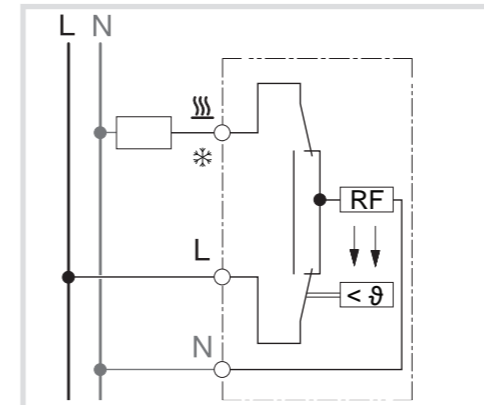

Bild 4: Elektrischer Anschluss
- Regler gemäß Anschlussplan anschließen (Bild 4).
- Schaltwippe (2) gemäß Abbildung in der entsprechenden Aufnahmeöffnung montieren.
- Rahmen (3) aufsetzen und lagerichtig über Zentralstück (4) mit Befestigungsschraube (5) fixieren.
- Regulierknopf (6) aufstecken.